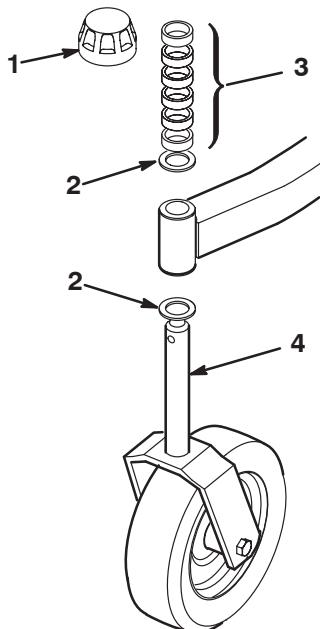

Bild 1
- Nehmen Sie die Druckkappen von den Spindelwellen ab, und schieben Sie die Distanzstücke und Druckscheiben von der Wellen (Bild 1 und 2).
- Schieben Sie die Distanzstücke auf die Laufradspindel, um die gewünschte Schnitthöhe zu erhalten; siehe Schnithöhtabelle auf Seite 14. Schieben Sie eine Druckscheibe auf die Spindel. Drücken Sie die große Laufradspindel durch den vorderen Laufradarm und die kleine Laufradspindel durch den hinteren Laufradarm. Setzen Sie eine weitere Druckscheibe und die restlichen Distanzstücke auf die Spindel auf, und bringen Sie die Druckkappe an, um die Teile zu befestigen (Bild 1 und 2).